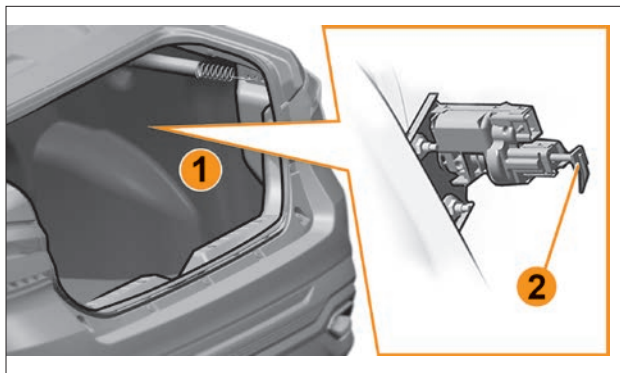

Рис. 5.18.2. Аварийный рычажок крышки лючка
**Для автомобилей Vesta/Vesta Cross:** доступ к аварийному рычажку можно получить через откидной клапан в обивке **1** (рис. 5.18.2) с правой стороны багажного отделения. В нише за обивкой будет доступен аварийный рычажок **2**, который нужно потянуть для разблокировки лючка наливной горловины топливного бака.